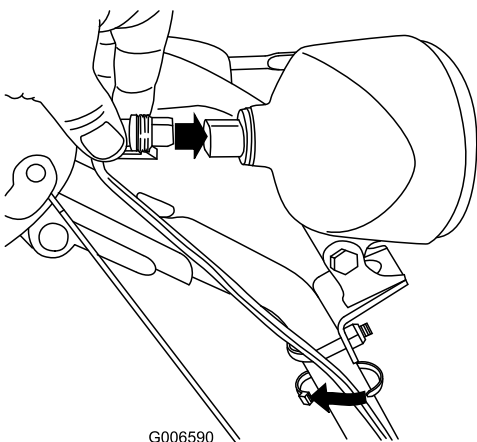

Рисунок 55
6. Вставьте соединитель в тыльную часть фары и надежно закрепите его (Рисунок 55).